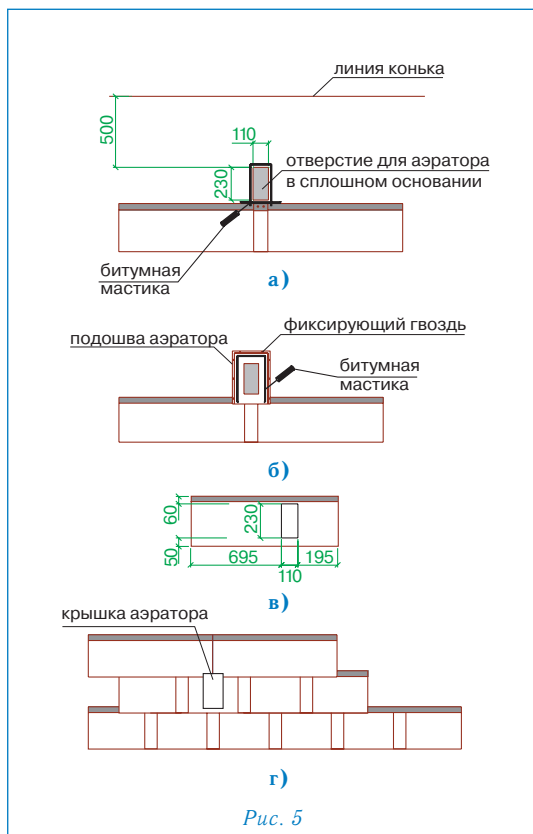

Рис. 5
Установка аэратора (рис. 5)
- В сплошном основании крыши прорезается отверстие 11×23 см, расположенное согласно рис. 5а;
- корпус аэратора устанавливается поверх отверстия и фиксируется гвоздями из нержавеющей стали; по верхней и боковым сторонам подошвы корпуса также наносится битумная мастика (рис. 5б);
- далее укладывается очередной ряд черепицы; подошва аэратора при этом закрывается листом ПРЕСТИЖ КОМПАКТ МИНИ с заранее прорезанным в нем отверстием (рис. 5в);
- на корпус аэратора устанавливается крышка, которая фиксируется нажатием (до щелчка) (рис. 5г).